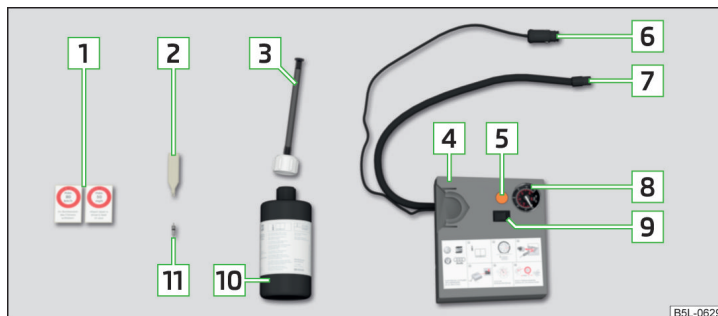

Fig. 204 Prezentarea în principiu: Componentele setului
Componentele setului » fig. 204
- Lipiți autocolantul corespunzător **1** » **fig. 204 la pagina 228** pe planșa de bord, în câmpul vizual al șoferului.
- Scuturați de câteva ori bine recipientul de umplere a anvelopei **10** » **fig. 204 la pagina 228**.
- Înșurubați bine furtunul de presiune **7** » **fig. 204 la pagina 228** al compresorului de aer pe ventilul anvelopei.